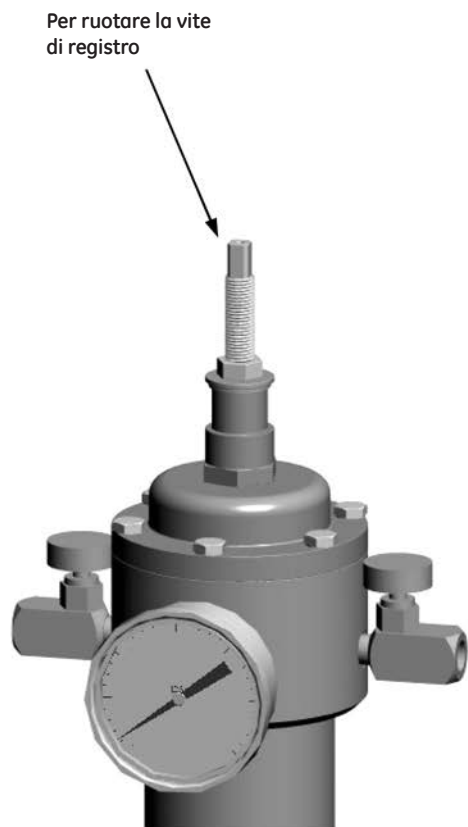

Figura 4 - Vite di registro
**Fase 4:** Ruotare la vite di registro in senso antiorario fino a che la molla di controllo è completamente carica. Sentirete che la rotazione della vite è molto più facile. (Vedere la figura 4)